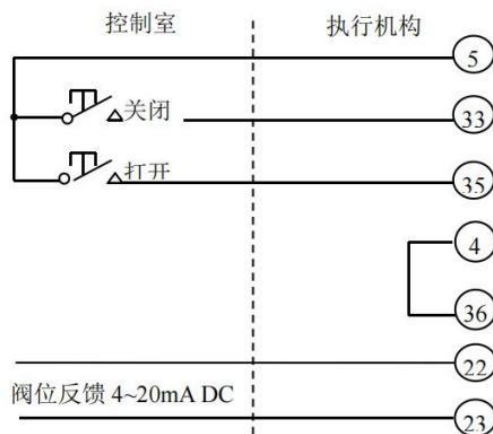
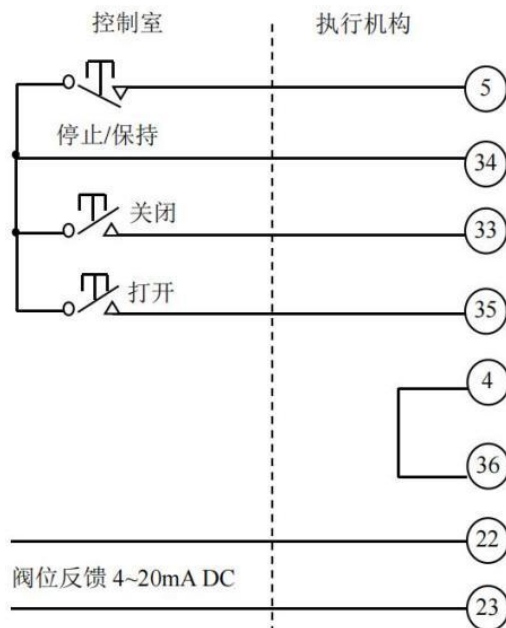

图 6-1 形式 1: 点动式打开/关闭控制, 执行机构可以停在中途任意位置
图 6-3 形式 3: 保持式打开、关闭、停止控制
远程控制电路可由执行机构内部的 24V 直流电源供电,也可以由外部的 24V~60V 交、直流电源供电,还可以由外部提供的 120V~220V 直流或交流电源供电,各种形式的接线见图 6-1~ 6-9 图。(图中序号为接线端子号)
6.2.1 图 6-1~图 6-3 为内部 24V 供电